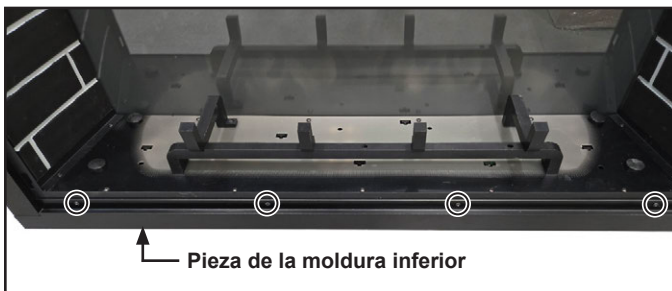

Figura 7.4 Instalación de la moldura inferior
2. Fije la moldura inferior utilizando los tornillos retirados en el paso anterior. Consulte la Figura 7.4.